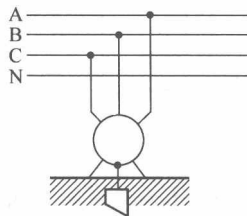

图 1-5 保护接地
(2) 保护接地 在无工作接地的系统中,可将电气设备的金属外壳、框架等用接地装置与大地可靠地连接,如图 1-5 所示。当设备某相绕组与机壳相碰,致使机壳带电时,若人